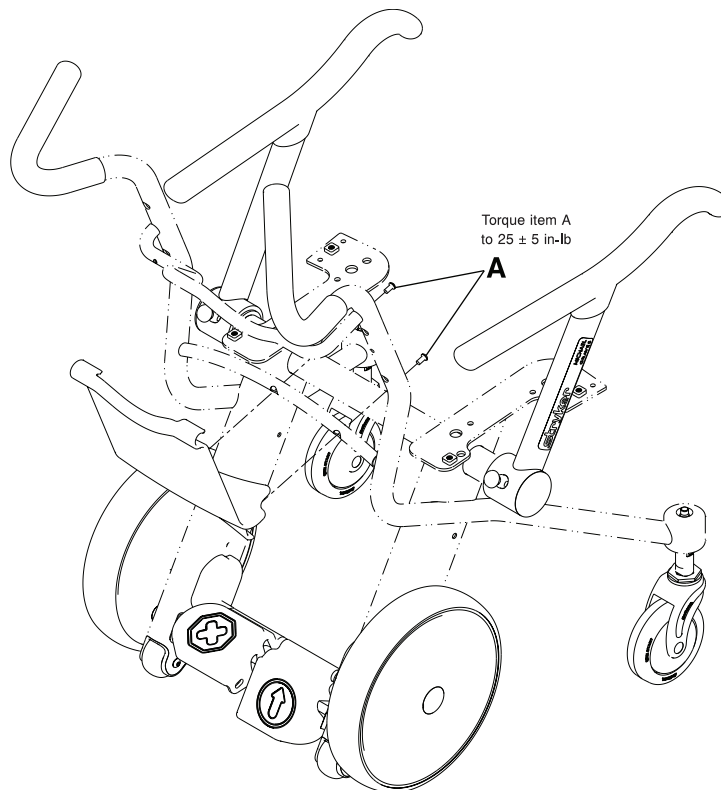

Figure 2-22 : Remplacement du porte-dossiers
3. À l'aide d'une clé à 6 pans de 5/32", retirer les deux vis d'assemblage à tête ronde (A) qui maintiennent le bas du porte-dossiers au châssis du fauteuil (Figure 2-22 à la page 2-38). Conserver les vis. Lors de la réinstallation des vis, utiliser une clé dynamométrique de 3/8" pour serrer les vis à un couple de  $25 \pm 5$  in-lb ( $2,8 \pm 0,6$  Nm).